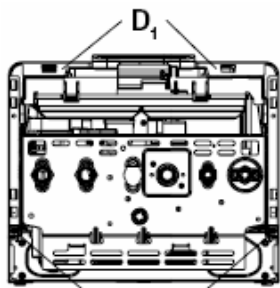
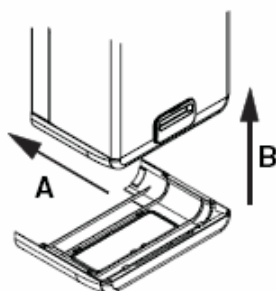
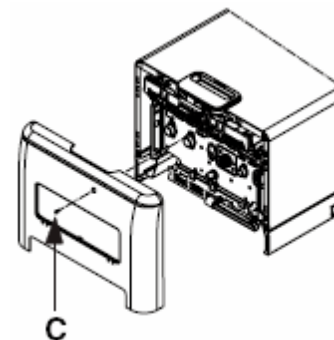

Рис. 10
Рис. 11
Рис. 12
После того как котел будет установлен, винты D₁ (рис. 10) можно снять. После завершения работ по установке котла и подключению его к газопроводу и к системам отопления и ГВС, установите крышку, закрывающую отсек со штуцерами (A-B, рис. 11) таким образом, чтобы защелки этой крышки прочно встали в специальных прорезях в нижней части котла. Закрепите крышку винтом C (рис. 12), который находится в пакете с документацией к котлу.
- отвинтите винт крепления крышки, закрывающей штуцеры (C, рис. 12)